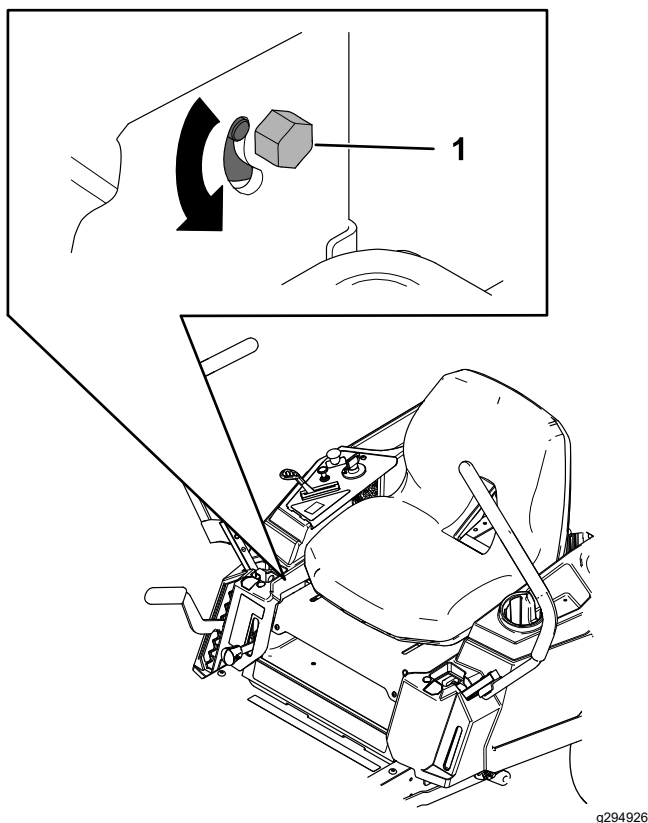

Figure 53
3. Localisez le boulon de réglage de la dérive près du levier de commande de déplacement du côté qui nécessite le réglage (Figure 53).